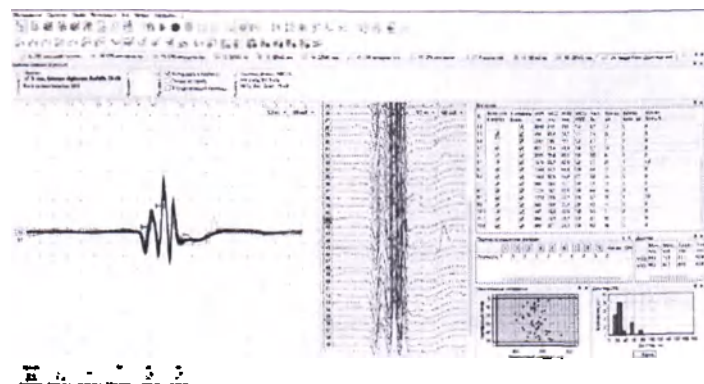

Рис. 215. Сохраненные кривые
- После первичной выборки (редактирования) для сохранения кривых нажмите кнопку «ОК» на функциональной клавиатуре (рис. 211). Кривые будут сохранены (рис. 215).